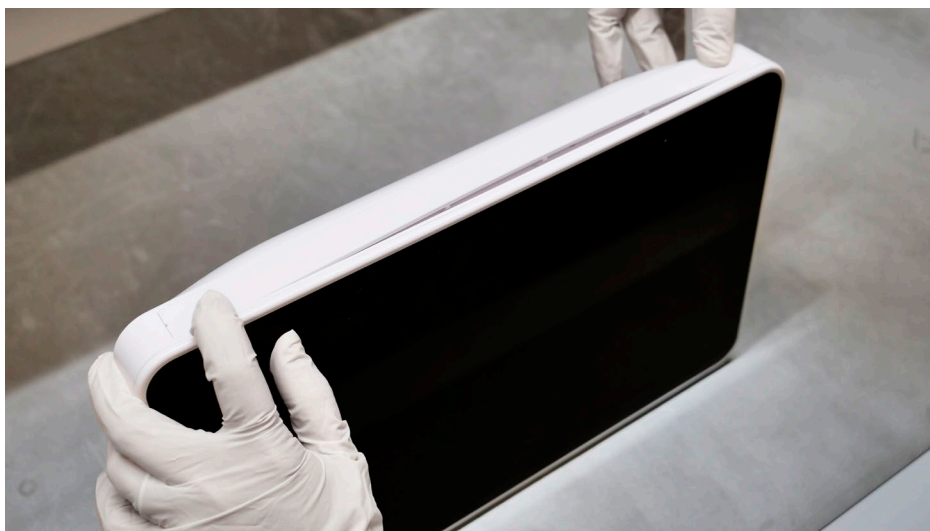

Abbildung 33 Anbringen der Typenschilder
f) Einrasten der Typenschilder (siehe Abbildung 33)
Drücken Sie zuerst die beiden Enden des Typenschildes ein (siehe Abbildung 33). Drücken Sie dann den Rest des Typenschildes in Richtung Mitte. Das Ambu-Logo auf dem Typenschild muss von der Vorderseite der Visualisierungseinheit lesbar sein. Falls die Typenschilder beschädigt sind, verwenden Sie die neuen, die mit dem Ersatzteilkit geliefert werden.